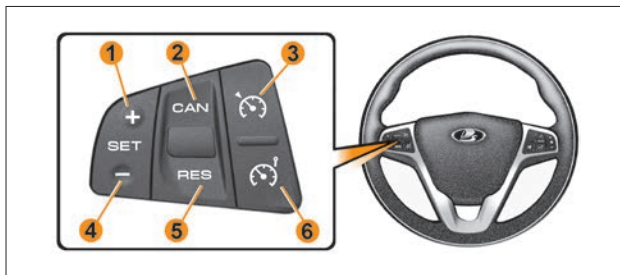

Рис. 1. Блок управления «круиз-контроль» и «ограничитель скорости»
– выключатель  – включение/выключение круиз-контроля (рис. 1, поз. 3);
- выключатель «» – включение/выключение ограничителя скорости (рис. 1, поз. 6);
- выключатель «**SET+ / SET-**» – установка и увеличение скорости 1 и 4 (рис. 1);